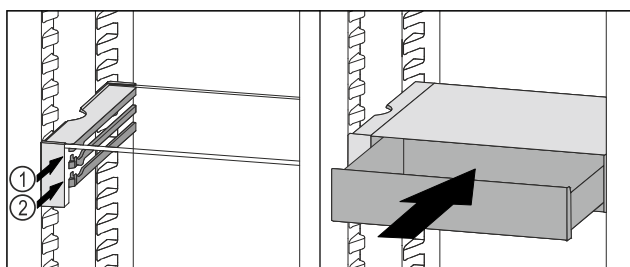

Fig. 90
- VarioSafe-lade achter de stoppers op de gewenste rib Fig. 90 (1) of Fig. 90 (2) plaatsen.